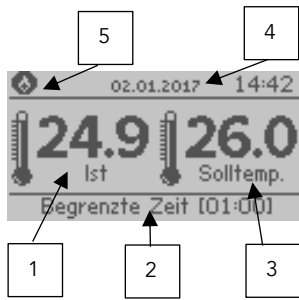

Abb. 3
2. Pfeil nach unten, Pfeil nach oben - Aus der Position des Startbildschirms (Abb.3) verändern Sie mit den „Pfeil nach unten / nach oben“ Tasten die Solltemperatur. Sollte sich das Gerät bis dahin in einem Zeitplanmodus oder dem
Beschreibung Start-Bildschirm (Abb.3)